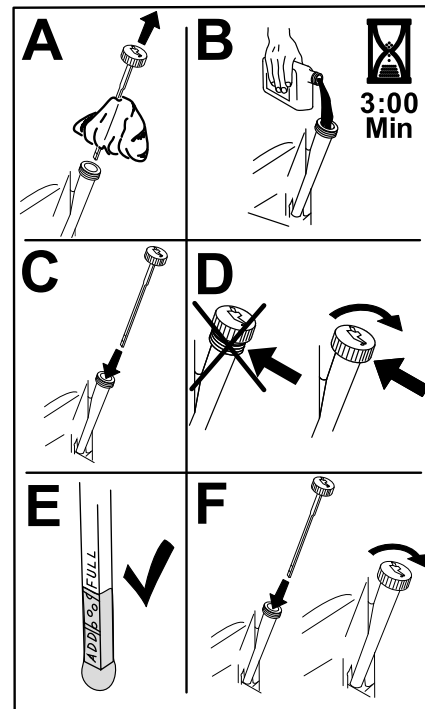

Figure 38
5. Versez lentement environ 80 % de l'huile spécifiée dans le tube de remplissage, puis faites l'appoint lentement jusqu'à ce que le niveau atteigne le repère maximum (**Full**) (Figure 38).
3. Remplissez le carter moteur d'huile du type correct (Figure 38).